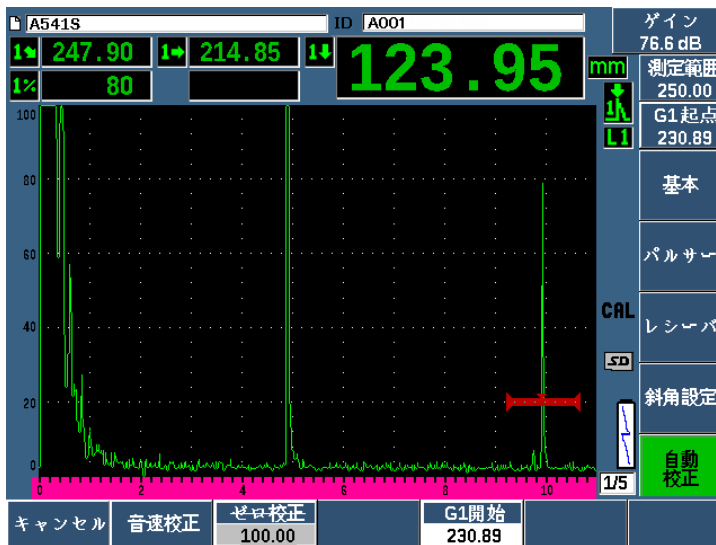

図 9-22 音速校正におけるゲート信号の例
7. **G1 開始** ボタン (P5 キー) を使用し、試験片の弧からの 2 番目の反射源がゲートの範囲内に収まるようにゲート 1 を配置します。この反射エコーは、およそ 225 mm (9 インチ) の位置に現れます (174 ページの図 9-22 参照)。